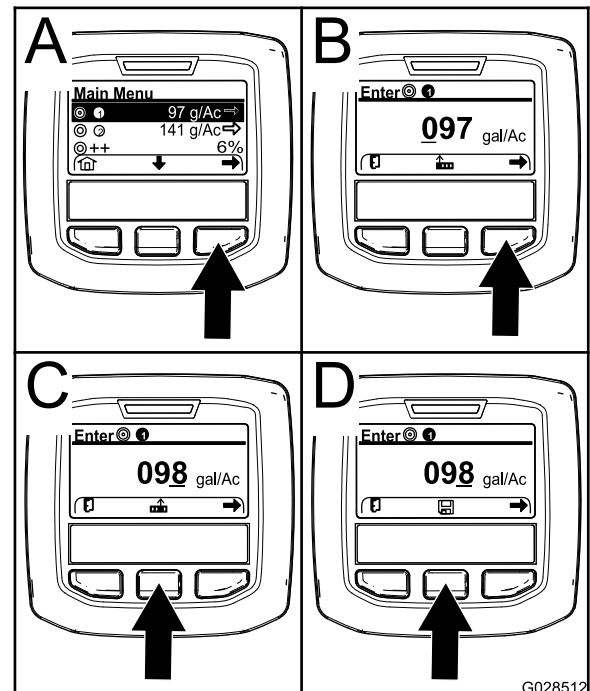

Figure 67
- Au besoin, appuyez sur le bouton de sélection central pour mettre en surbrillance le débit d'application du programme 1 (Figure 67).